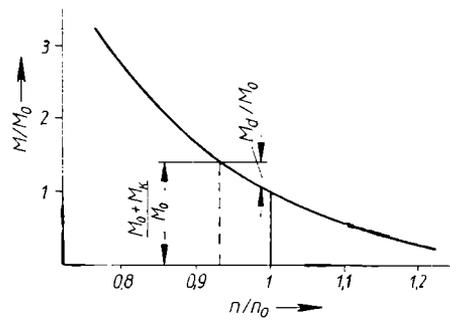

Bild 138
Die Charakteristik des Verbundmotors liegt zwischen derjenigen des Haupt- und Nebenschlußmotors und ist in Bild 138 gegeben.
Das Drehmoment M_0 ist bei 2 eingeschalteten Trommeln 10 kpm, und die zugehörige Drehzahl ist $n_0 = 640$ U/min. Dazu gehört in Bild 138 der Punkt $n/n_0 = 1$ und $M/M_0 = 1$.
- die Drehzahl bei Beendigung des Rutschens und längere Zeit nach Beendigung des Rutschens aus Bild 138;
$$\begin{aligned} \text{c) } \frac{Md}{M_o} &= \frac{4}{10}; \quad n_1 = \frac{n_1}{n_o} \cdot n_o = 0,937 \cdot 640 \text{ U/min} = 599,7 \text{ U/min aus Bild 138;} \\ \frac{Md}{M_o} &= \frac{3}{10}; \quad n_2 = 0,944 \cdot 640 \text{ U/min} = 604 \text{ U/min.} \end{aligned}$$